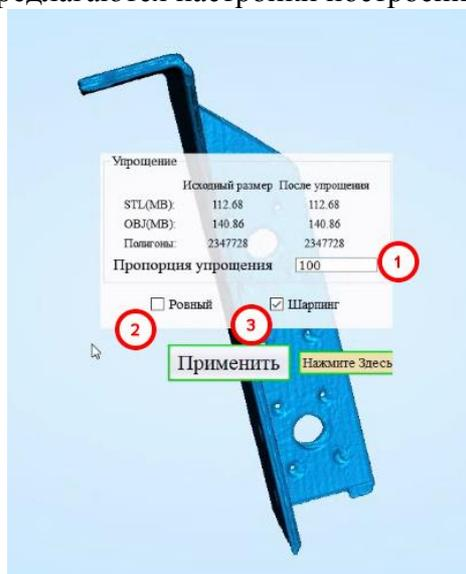

Рисунок 3.12
12. На следующем шаге предлагаются настройки построения 3D модели (Рисунок 3.12).